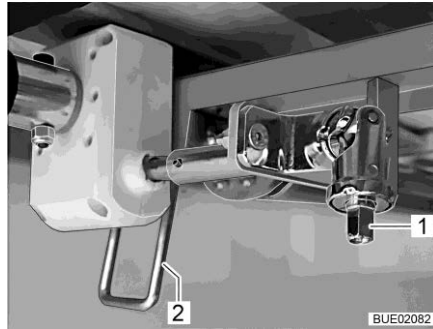

Bild 136 Höjdinställning
- Sätt veven på tappen (Bild 136,1).
- Sväng spaken (Bild 136,2) nedåt i lodrätt läge.
- Sväng spaken (Bild 136,2) uppåt i vågrätt läge.